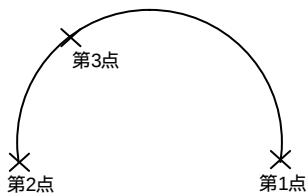

图3-27 草绘3点圆弧
【例 3-12】 草绘 3 点圆弧，如图 3-27 所示。
(1) 单击【草绘器工具】工具栏中的【3点圆弧】按钮, 使其处于按下状态。
(2) 在图形区中单击拾取圆弧端点第1点, 如图3-27所示。
(3) 在图形区中单击拾取圆弧另一端点第2点, 如图3-27所示。
(4) 在图形区中单击拾取圆弧上任意点第3点, 如图3-27所示。